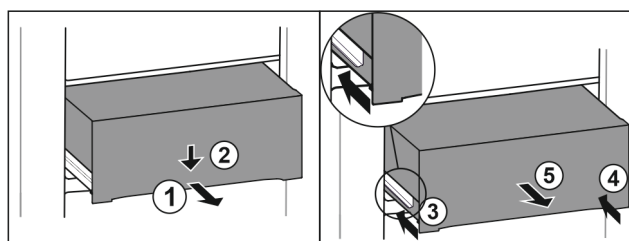

Fig. 105
- Estrarre il cassetto a metà. Fig. 105 (1)
- Premere il cassetto sul lato anteriore verso il basso. Fig. 105 (2)
- Spingere la guida sinistra di circa 2 cm verso l'interno. Fig. 105 (3)
- Spingere la guida destra di circa 2 cm verso l'interno. Fig. 105 (4)
- Rimuovere il cassetto tirandolo in avanti. Fig. 105 (5)